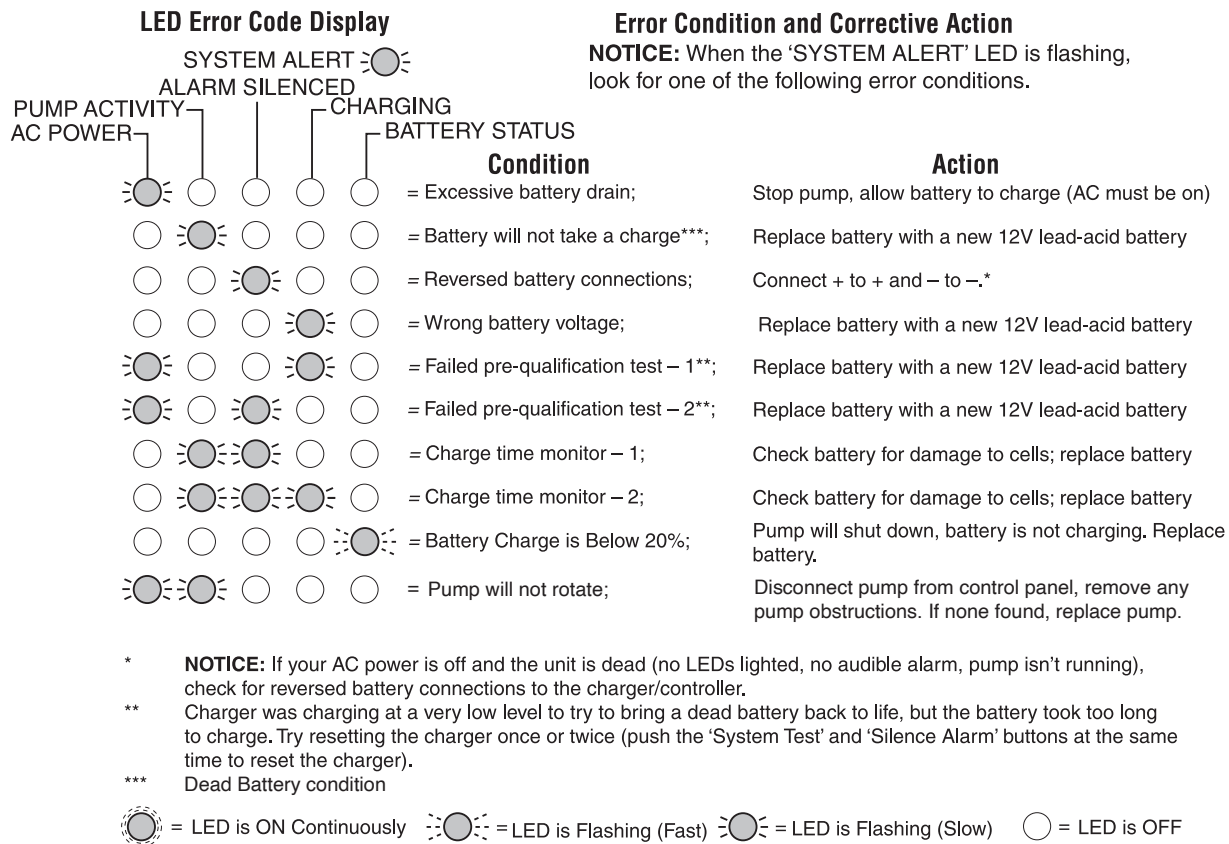

Figure 7 : Écrans de code d'erreur (DEL clignotantes)
- ◆ Lorsque le voyant System Alert (Alerte système) clignote, consultez la figure 7.